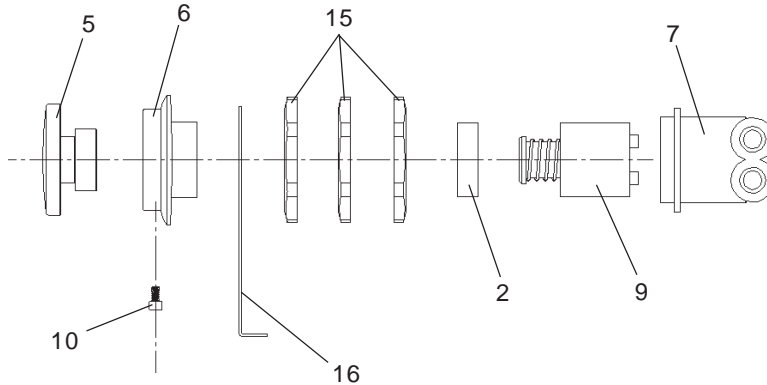
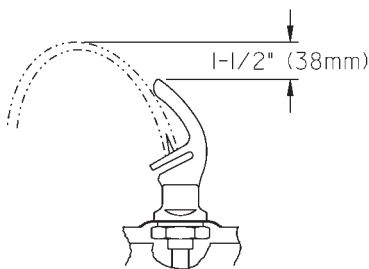

FIG. 5
FIG. 6
7. Check stream height from bubbler. Stream height is factory set at 45-50 PSI. If supply pressure varies greatly from this, adjust the screw on regulator item 9 by using a small screwdriver through the small hole in the push button item 5 (See Fig.5). Clockwise adjustment will raise stream height and counter-clockwise adjustment will lower stream height. For best adjustment stream height should be approximately 1-1/2" (38mm) above the bubbler guard. (See Fig. 6).
7. Revise la altura del chorro de agua. Si la presión del suministro varía mucho de esto, ajusta el tornillo en el artículo de regulador 9 utilizando un destornillador pequeño por el hoyo pequeño en el artículo del pulsador 5 (Ve Fig.5). Un giro hacia la derecha aumentará la altura del chorro de agua, mientras que un giro hacia la izquierda bajará el nivel del chorro del agua. Para mejores resultados, la altura del chorro del agua debe ser aproximadamente 1-1/2 pulgadas (38 mm) desde la base del grifo. (Vea Ilustración 6).
7. Vérifier la hauteur du courant du tube à bulles. La hauteur du courant à bulles est réglée sur 45-50 à sa sortie d'usine. Si la pression de provision varie fort de ceci, ajuster la vis sur l'article régulateur 9 en utilisant un petit tournevis par le petit trou dans l'article de bouton de poussée 5 (Voir Fig.5). Les réglages effectués dans le sens des aiguilles d'une montre permettent d'augmenter la hauteur du courant, tandis que les réglages dans le sens inverse des aiguilles d'une montre, le font diminuer. Pour obtenir le meilleur réglage possible, la hauteur du courant doit être d'environ 38mm (1 pouce ½) au dessus de la grille du tube à bulles. (Consulter le schéma n°6).